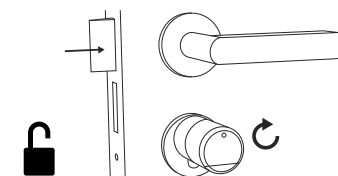
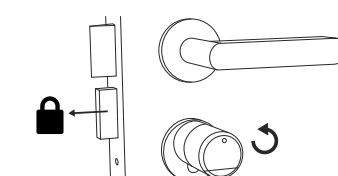

Fig. 5
Fig. 6
- 3 Si la combinaison de chiffres saisie est correcte, l'icône d'état du cylindre (⊙) s'allume et la porte peut être déverrouillée (Fig. 5) ou verrouillée (Fig. 6).